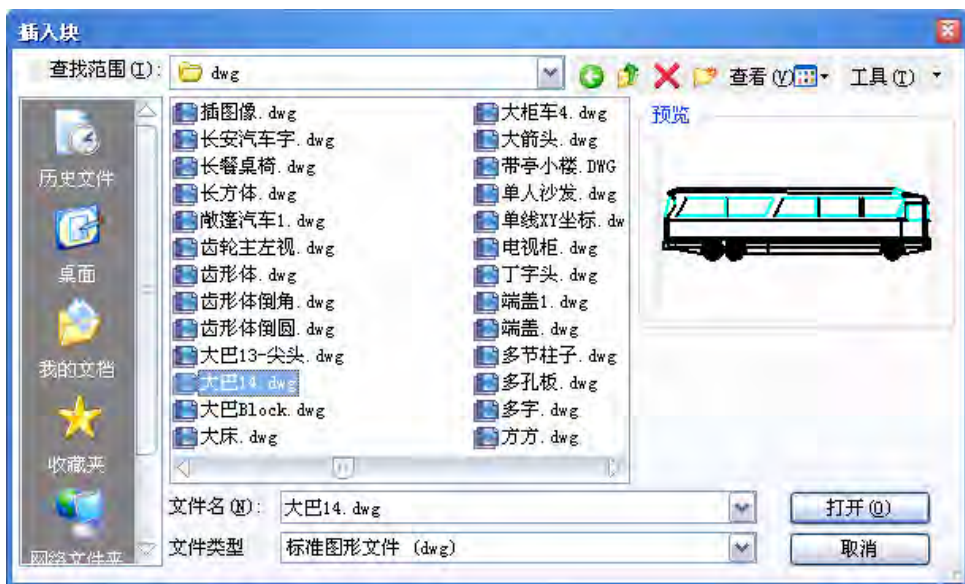

图 10-7 选择插入图形
**从文件：**此项用来选取要插入的外部块。点击“从文件”单选按钮，单击“浏览”，系统显示如图 10-7 插入图形对话框，选择要插入的外部图块文件路径及名称，点击“打开”。再回到图 10-6 对话框，单击【插入】按钮，此时命令行提示指定插入点，键入插入比例、块的旋转角度。完成命令后，图形就插入到指定插入点。
**角度 (R)：**图块在插入图形中时可任意改变其角度，在此输入框指定图块的旋转角度。当选用“在屏幕上指定”后，此项呈灰色，不能用。
如图 10-7 所示，选择从文件，点击右边的浏览，找到存放图形文件的目录，再选择要插入的图形文件即可。